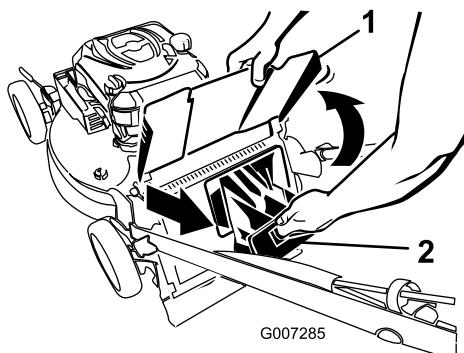

Bild 20
2. Heben Sie das Auswurfablenkblech an und halten es hoch (Bild 20).
3. Ziehen Sie die Heckauswurfklappe ab (Bild 20).